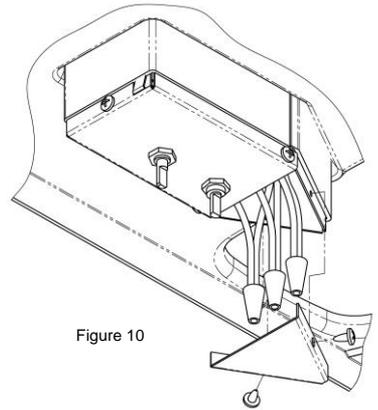

Figure 10
- D. Raccordez le fil d'alimentation noir à la queue de cochon noire, le fil d'alimentation blanc à la queue de cochon blanche et le fil de mise à la masse d'alimentation à la queue de cochon verte située dans la boîte de connexion avec les 3 marettes fournies. Fixez les marettes aux fils de façon professionnelle avec du ruban isolant homologué U.L. (voir Figure 10).
- E. Enfoncez les fils d'alimentation et les marettes dans la boîte de connexion en évitant de pincer les fils, fixez la boîte de connexion avec les 2 vis fournies (voir Figure 10).